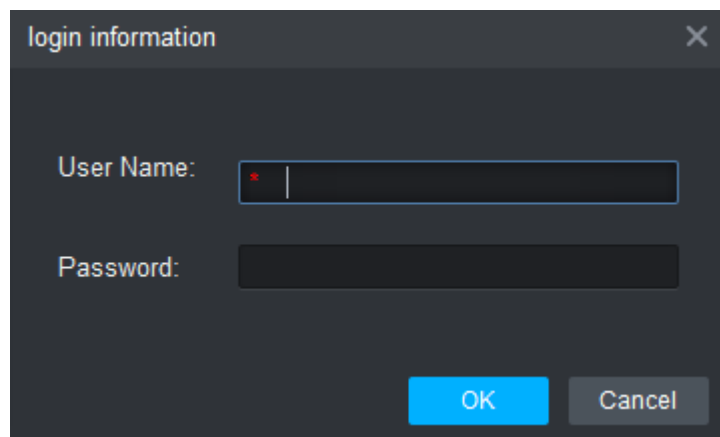

Figura 5-3
4. Click "OK". El sistema muestra el cuadro de diálogo "Información de inicio de sesión", como se muestra en la Figura 5-3